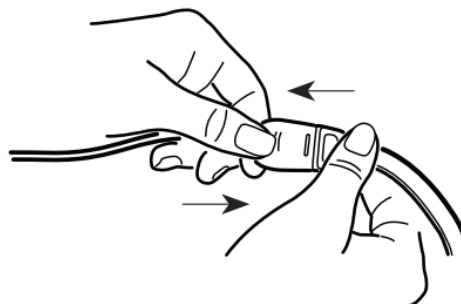

Fig. 15-13 Conexión sensor NEO/PT.
2. Consulte la Fig. 15-13. Inserte la lengüeta del sensor en el cable del paciente hasta que oiga o sienta el clic de la conexión. Tire suavemente de los conectores para asegurar un contacto positivo. Se puede usar cinta para fijar el cable al paciente y así facilitarle el movimiento.
2. Consulte la Fig. 15-13 anterior. Inserte la lengüeta del sensor en el cable del paciente hasta que oiga o sienta el clic de la conexión. Tire suavemente de los conectores para asegurar un contacto positivo. Se puede usar cinta para fijar el cable al paciente y así facilitarle el movimiento.